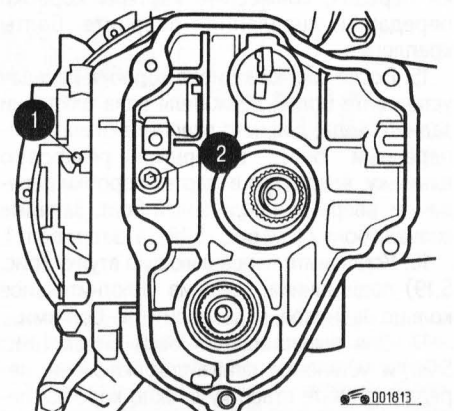

Рис. 5.18. Расположение болтов крепления держателя вала передачи заднего хода: 1 – наружный болт; 2 – внутренний болт
24. Выверните болты крепления держателя вала передачи заднего хода (рис. 5.18).
15. После сборки картера коробки передач установите болты держателя вала шестерни заднего хода, для чего вверните сначала поперечный болт. Выверните резьбовую шпильку, ввернутую в картер коробки передач, и вверните продольный болт. Затяните сначала болт 2 (см. рис. 5.18), а затем болт 1.